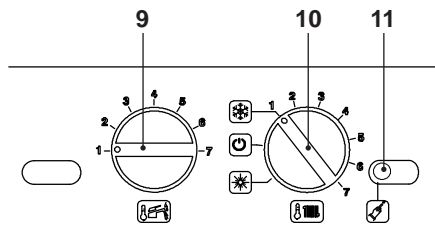
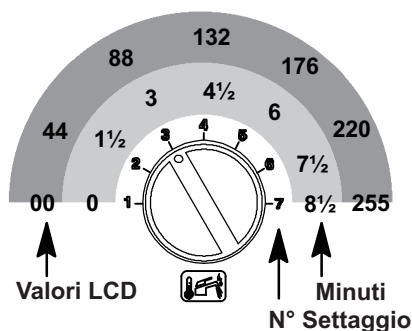

Figura 5.69
Figura 5.73
- Posizionare le manopole 9 e 10 come indicato in Figura 5.69.
- Per settare il tempo di frequenza di riaccensione bisogna entrare in programmazione premendo per 15 secondi il pulsante di ripristino 11, in Figura 5.69 fino alla comparsa del parametro **P01** sul display LCD; sul display LCD compare la seguente visualizzazione (la sequenza **P01** si alterna ---).
- Premere il pulsante di ripristino 11 in Figura 5.69 per lo scorrimento dei vari parametri sino al raggiungimento del parametro **P10** valido per il settaggio della frequenza di riaccensione; sul display LCD compare la seguente visualizzazione (la sequenza **P10** si alterna a **88**).
- Per cambiare il settaggio ruotare la manopola regolazione temperatura sanitari 9 in Figura 5.69 e posizionarla sul tempo prescelto Figura 5.73 (nella figura esempio manopola settata per frequenza di riaccensione di tre minuti).
Il passo del settaggio della manopola 9 Figura 5.73 corrisponde a un valore letto sul display LCD di circa 44 (90 secondi) e questo valore può essere variato fino a circa 255 (8½ minuti); nell'LCD la sequenza P10 si alterna con 60.